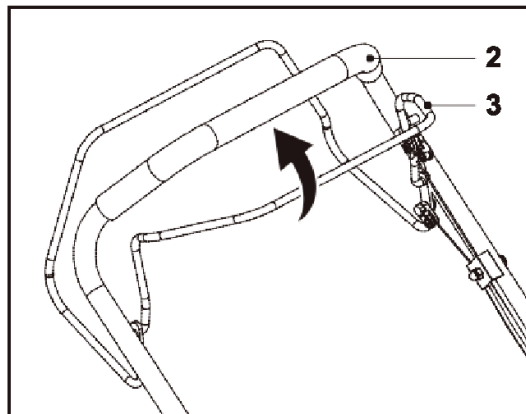

Рис. 10
1. При запуске двигателя оттяните назад рычаг тормоза (3) и прижмите его к верхней рукоятке (2). Во время работы держите его в прижатом состоянии (рис. 10).
2. Отпустите рычаг тормоза (3), чтобы остановить двигатель.
1. При запуске двигателя оттяните назад рычаг тормоза (3) и прижмите его к верхней рукоятке (2) (см. рис. 10).